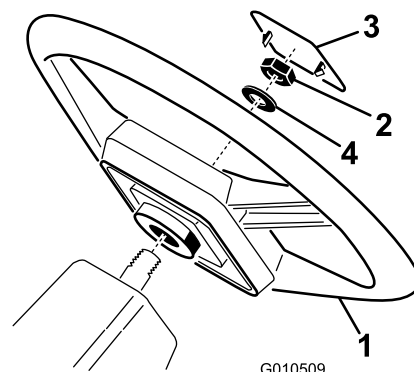

図 3
- ハンドル・シャフトからジャムナットを外す。ハンドル・シャフトにハンドルとワッシャを順に取り付ける (図 3)。